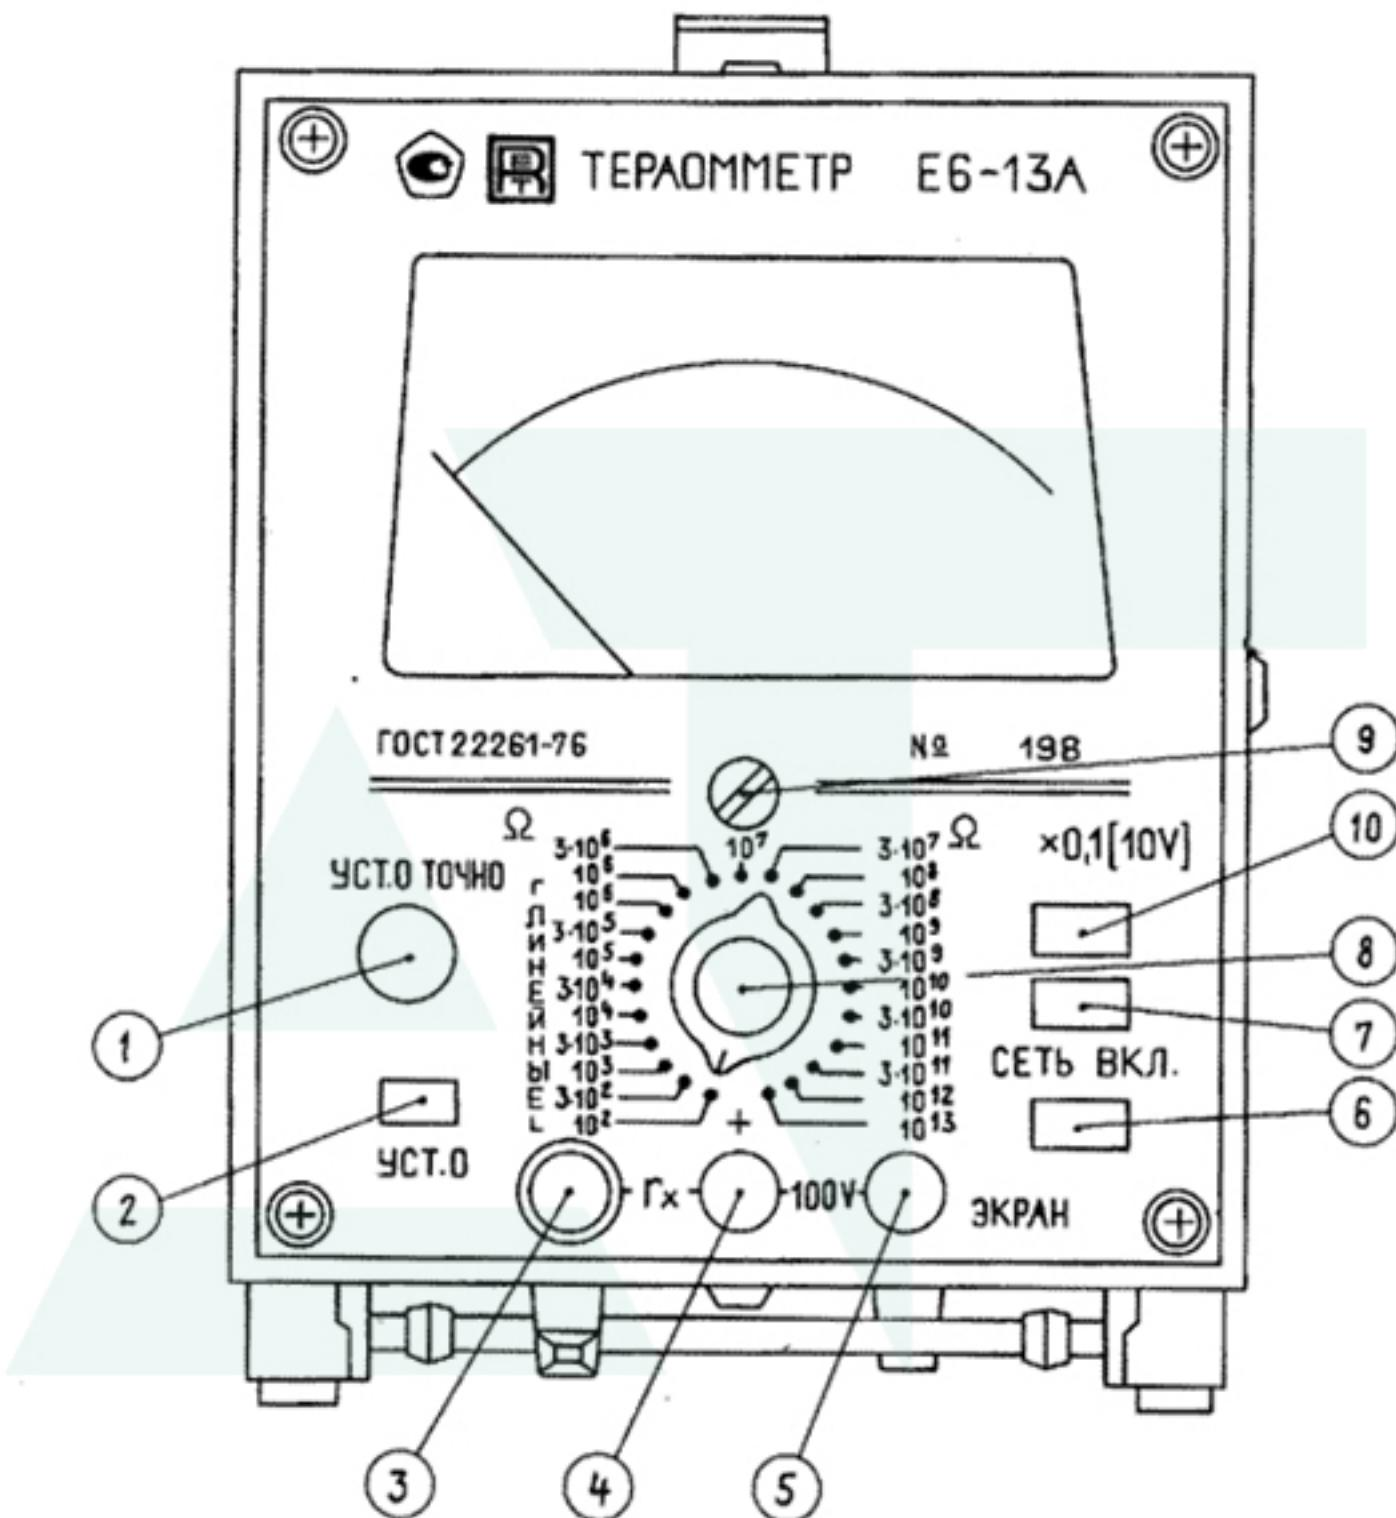

Рис.5. Вид прибора со стороны передней панели:
На передней панели прибора (рис.5) расположены: показывающий прибор; ручка переключателя поддиапазонов; ручка точной установки нуля УСТ.О ТОЧНО; выключатель и индикаторная лампочка включения питания СЕТЬ ВКЛ.; входные гнезда; кнопка замыкателя входа УСТ.О; индикаторная лампочка включения измерительного напряжения 10 В, обозначенная х 0,1 (10V) (для обратно пропорциональных шкал). Показывающий прибор имеет циферблат с четырьмя шкалами (приложение I).
5.1. Маркирование передней и задней панелей приведено на рис.5 и 6.